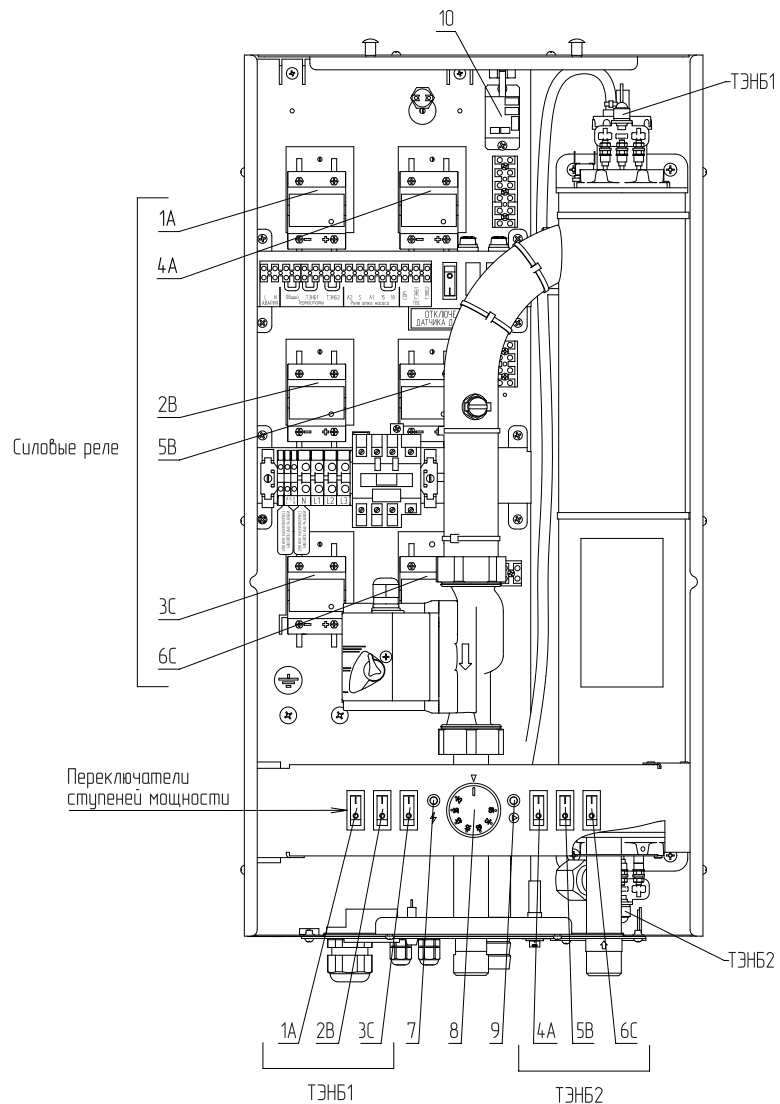

Рис.7 Описание органов управления нагревом котлов от 12 до 15 кВт
- «Сухой контакт» «ТЭН 1» (**Рис.5, поз.3**) при размыкании контактов отключает первые три ступени мощности котла (**1А; 2В; 3С**), отвечающих за запуск блока ТЭН 1 (**Рис.6, Рис.7, поз.1А, поз.2В, поз.3С**).
- «Сухой контакт» «ТЭН 2» (**Рис.5, поз.4**) при размыкании контактов отключает с четвертой по шестую ступени мощности котла (**4А; 5В; 6С**), отвечающих за запуск блока ТЭН 2 (**Рис.6, Рис.7, поз.4А, поз.5В, поз.6С**).